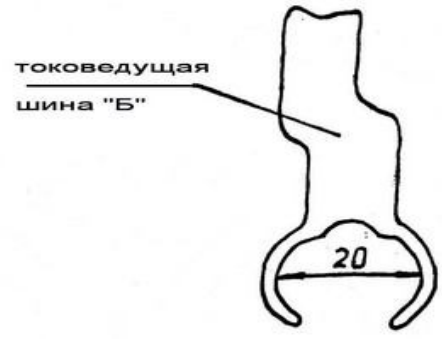
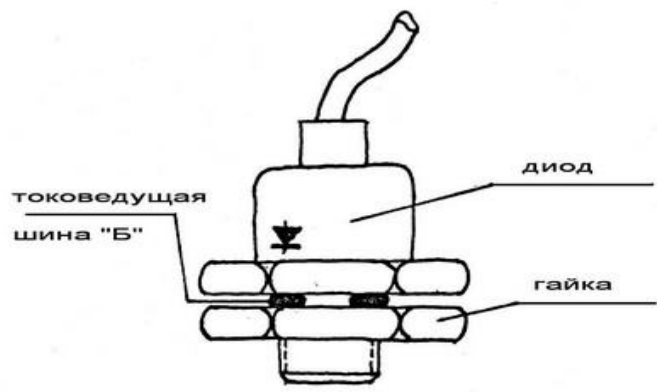

Рис.2
Рис.3
- 3б. При использовании диода Д151-160х или ДЧ251-160х, перекусить токоведущую шину "Б" и придать ей форму указанную на рис. 2. В образованную нишу вставить диод и затянуть гайкой (рис. 3.). При монтаже и эксплуатации следить , чтобы хвостовая часть диода была изолирована от крышки.